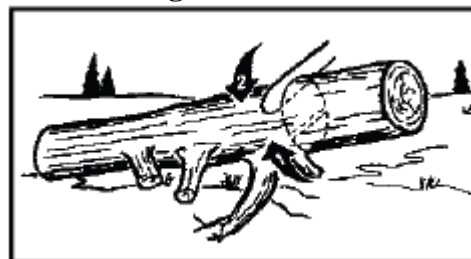

Fig. 11
2. Registro supportato su un'estremità: iniziare tagliando la parte inferiore del registro a $1/3$ del suo diametro per evitare schegge. Quindi tagliare per incontrare il primo taglio ed evitare di pizzicare. (Fig.11).